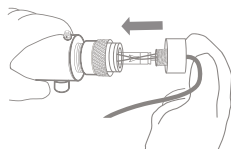

Рис. 14
12. Осторожно установите УФ-лампу в кварцевую трубку через отверстие в прижимной гайке (рис. 14).